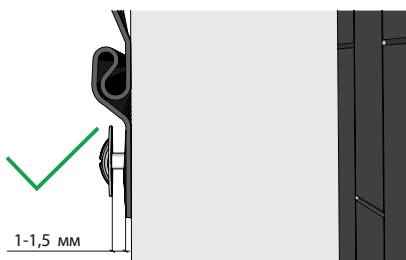
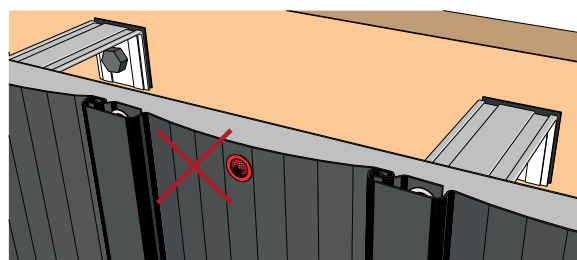

Рисунок 12
Рисунок 13
6.2 Между шляпкой самореза и панелью или доборным элементом необходимо оставлять зазор 1-1,5 мм (рис. 12), для возможности движения панели при тепловых расширениях. Фиксировать саморезы в тело материала (сайдинга софитов и доборных элементов) запрещено (рис. 13, 14). Это приведет к отсутствию возможности движения фасадного материала при тепловых расширениях и, как следствие, – деформации.